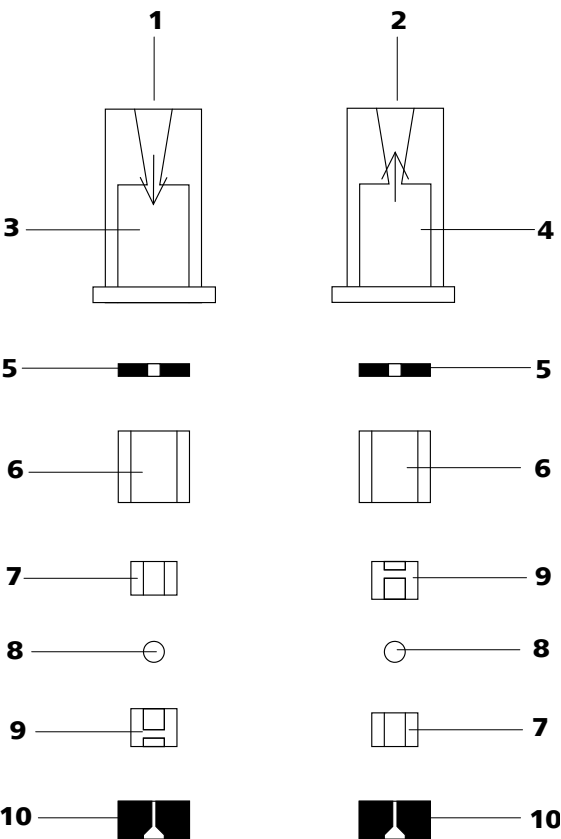

图 36 进口阀和出口阀的组成部分
- 进口阀和出口阀的组成部件均相同，只是排布不同（参见图 36，第 60 页）。
- 按正确顺序将其他的阀门组件（参见图 36，第 60 页）依次放好。
若并非如此，则必须再次拆分阀门，并正确组装（参见图36，第60页）。